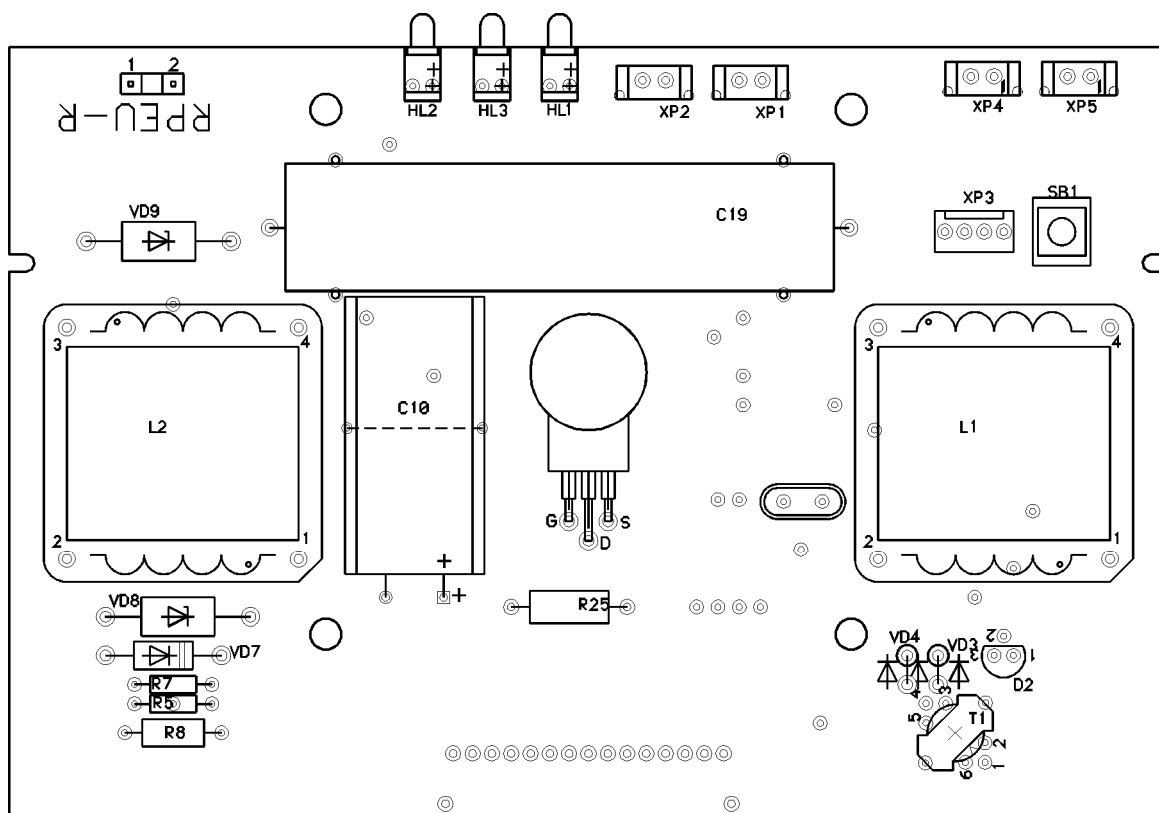

Рисунок 7
задать выделяемое напряжение **65 В** (см. рисунок 7 и 2.5.3).
2.5.3.3 Выделяемое напряжение можно проконтролировать между контактами 3 и 4 на индуктивностях L2 и L1 соответственно (см. рисунок 7).